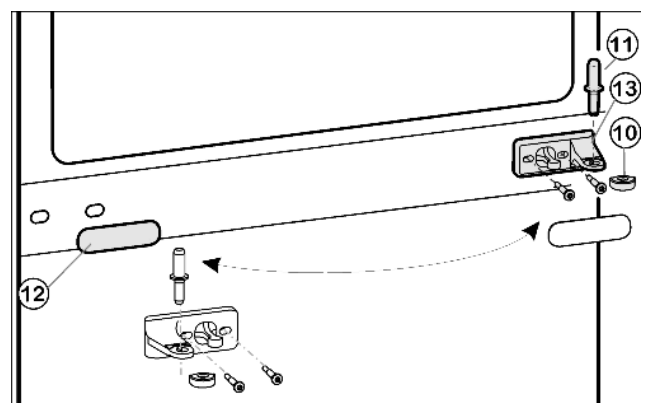
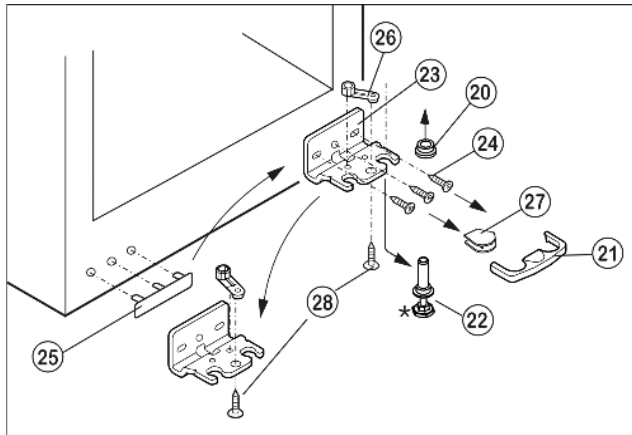

Fig. 5
Fig. 6
- Retirer le pivot d'appui central Fig. 5 (11) de sa charnière et de la porte inférieure.
- Retirer le capuchon en matière plastique Fig. 5 (10).
- Démontez la charnière du milieu Fig. 5 (13).
- Retirer avec précaution le panneau-cache Fig. 5 (12).
- Visser la charnière, dont le centre Fig. 5 (13) aura été tourné de 180°, sur sa nouvelle face **avec un couple de serrage d'au moins 4 Nm.**
- Faire encliqueter le panneau-cache Fig. 5 (12) tourné à 180° du nouveau côté de la poignée.
- ▶ Enlever le dispositif d'arrêt Fig. 6 (21) vers l'avant.
- ▶ Enlever le cache Fig. 6 (27) en bas.*
- ▶ Visser entièrement le pied réglable. Fig. 6 (22)
- ▶ Enlever le pivot Fig. 6 (22) vers le bas et vers l'avant. Ce faisant, respecter la douille de charnière Fig. 6 (20).
- ▶ Dévisser le support d'appui Fig. 6 (23) (3 x Torx 25) Fig. 6 (24).
- ▶ Dévisser l'élément pivotant Fig. 6 (26) (1 x vis Torx 25) Fig. 6 (28) et le replacer dans le logement opposé de la charnière, ensuite le revisser.
- ▶ Soulever le cache Fig. 6 (25) du côté poignée avec précaution et le déplacer.
- ▶ Visser la charnière Fig. 6 (23) sur sa nouvelle face **avec un couple de serrage d'au moins 4 Nm**, utiliser le cas échéant une visseuse sans fil pour un bon vissage.
- ▶ Mettre le cache Fig. 6 (27) sur le côté opposé.*
- ▶ Le dispositif d'arrêt (21) doit s'enclencher latéralement sur la charnière afin de protéger les pivots d'appui et la porte.
- ▶ Replacer le dispositif d'arrêt (21) sur la charnière.
- ▶ Remettre en place la douille de charnière Fig. 6 (20).
- ▶ Placer la porte supérieure par le haut sur le pivot d'appui inférieur Fig. 6 (22).
- ▶ Remettre le capuchon en plastique Fig. 5 (10) sur la charnière du milieu Fig. 5 (13).
- ▶ Placer le pivot du milieu Fig. 5 (11) sur le nouveau côté charnière à travers la charnière du milieu Fig. 5 (13) dans la porte inférieure.
- ▶ Placer la porte supérieure sur le pivot du milieu Fig. 5 (11).
- ▶ Aligner éventuellement les portes par rapport aux deux trous oblongs du support d'appui inférieur Fig. 6 (23) et du support d'appui central Fig. 5 (13) pour qu'elle affleure avec l'habillage de l'appareil. Pour cela, dévisser les vis centrales du support d'appui inférieur Fig. 6 (23).